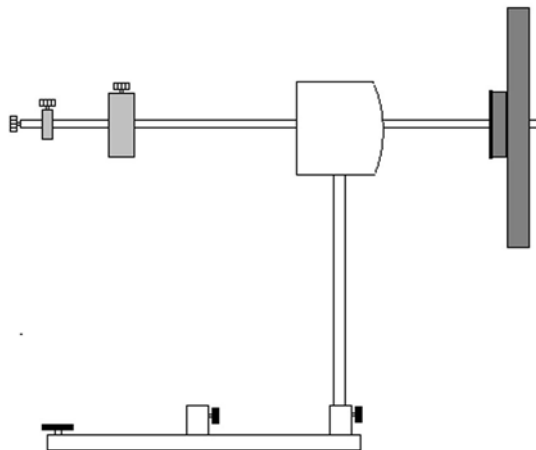

Fig. 3 : Nutation
- Construisez le gyroscope comme le montre la figure 3 et mettez-le en équilibre.